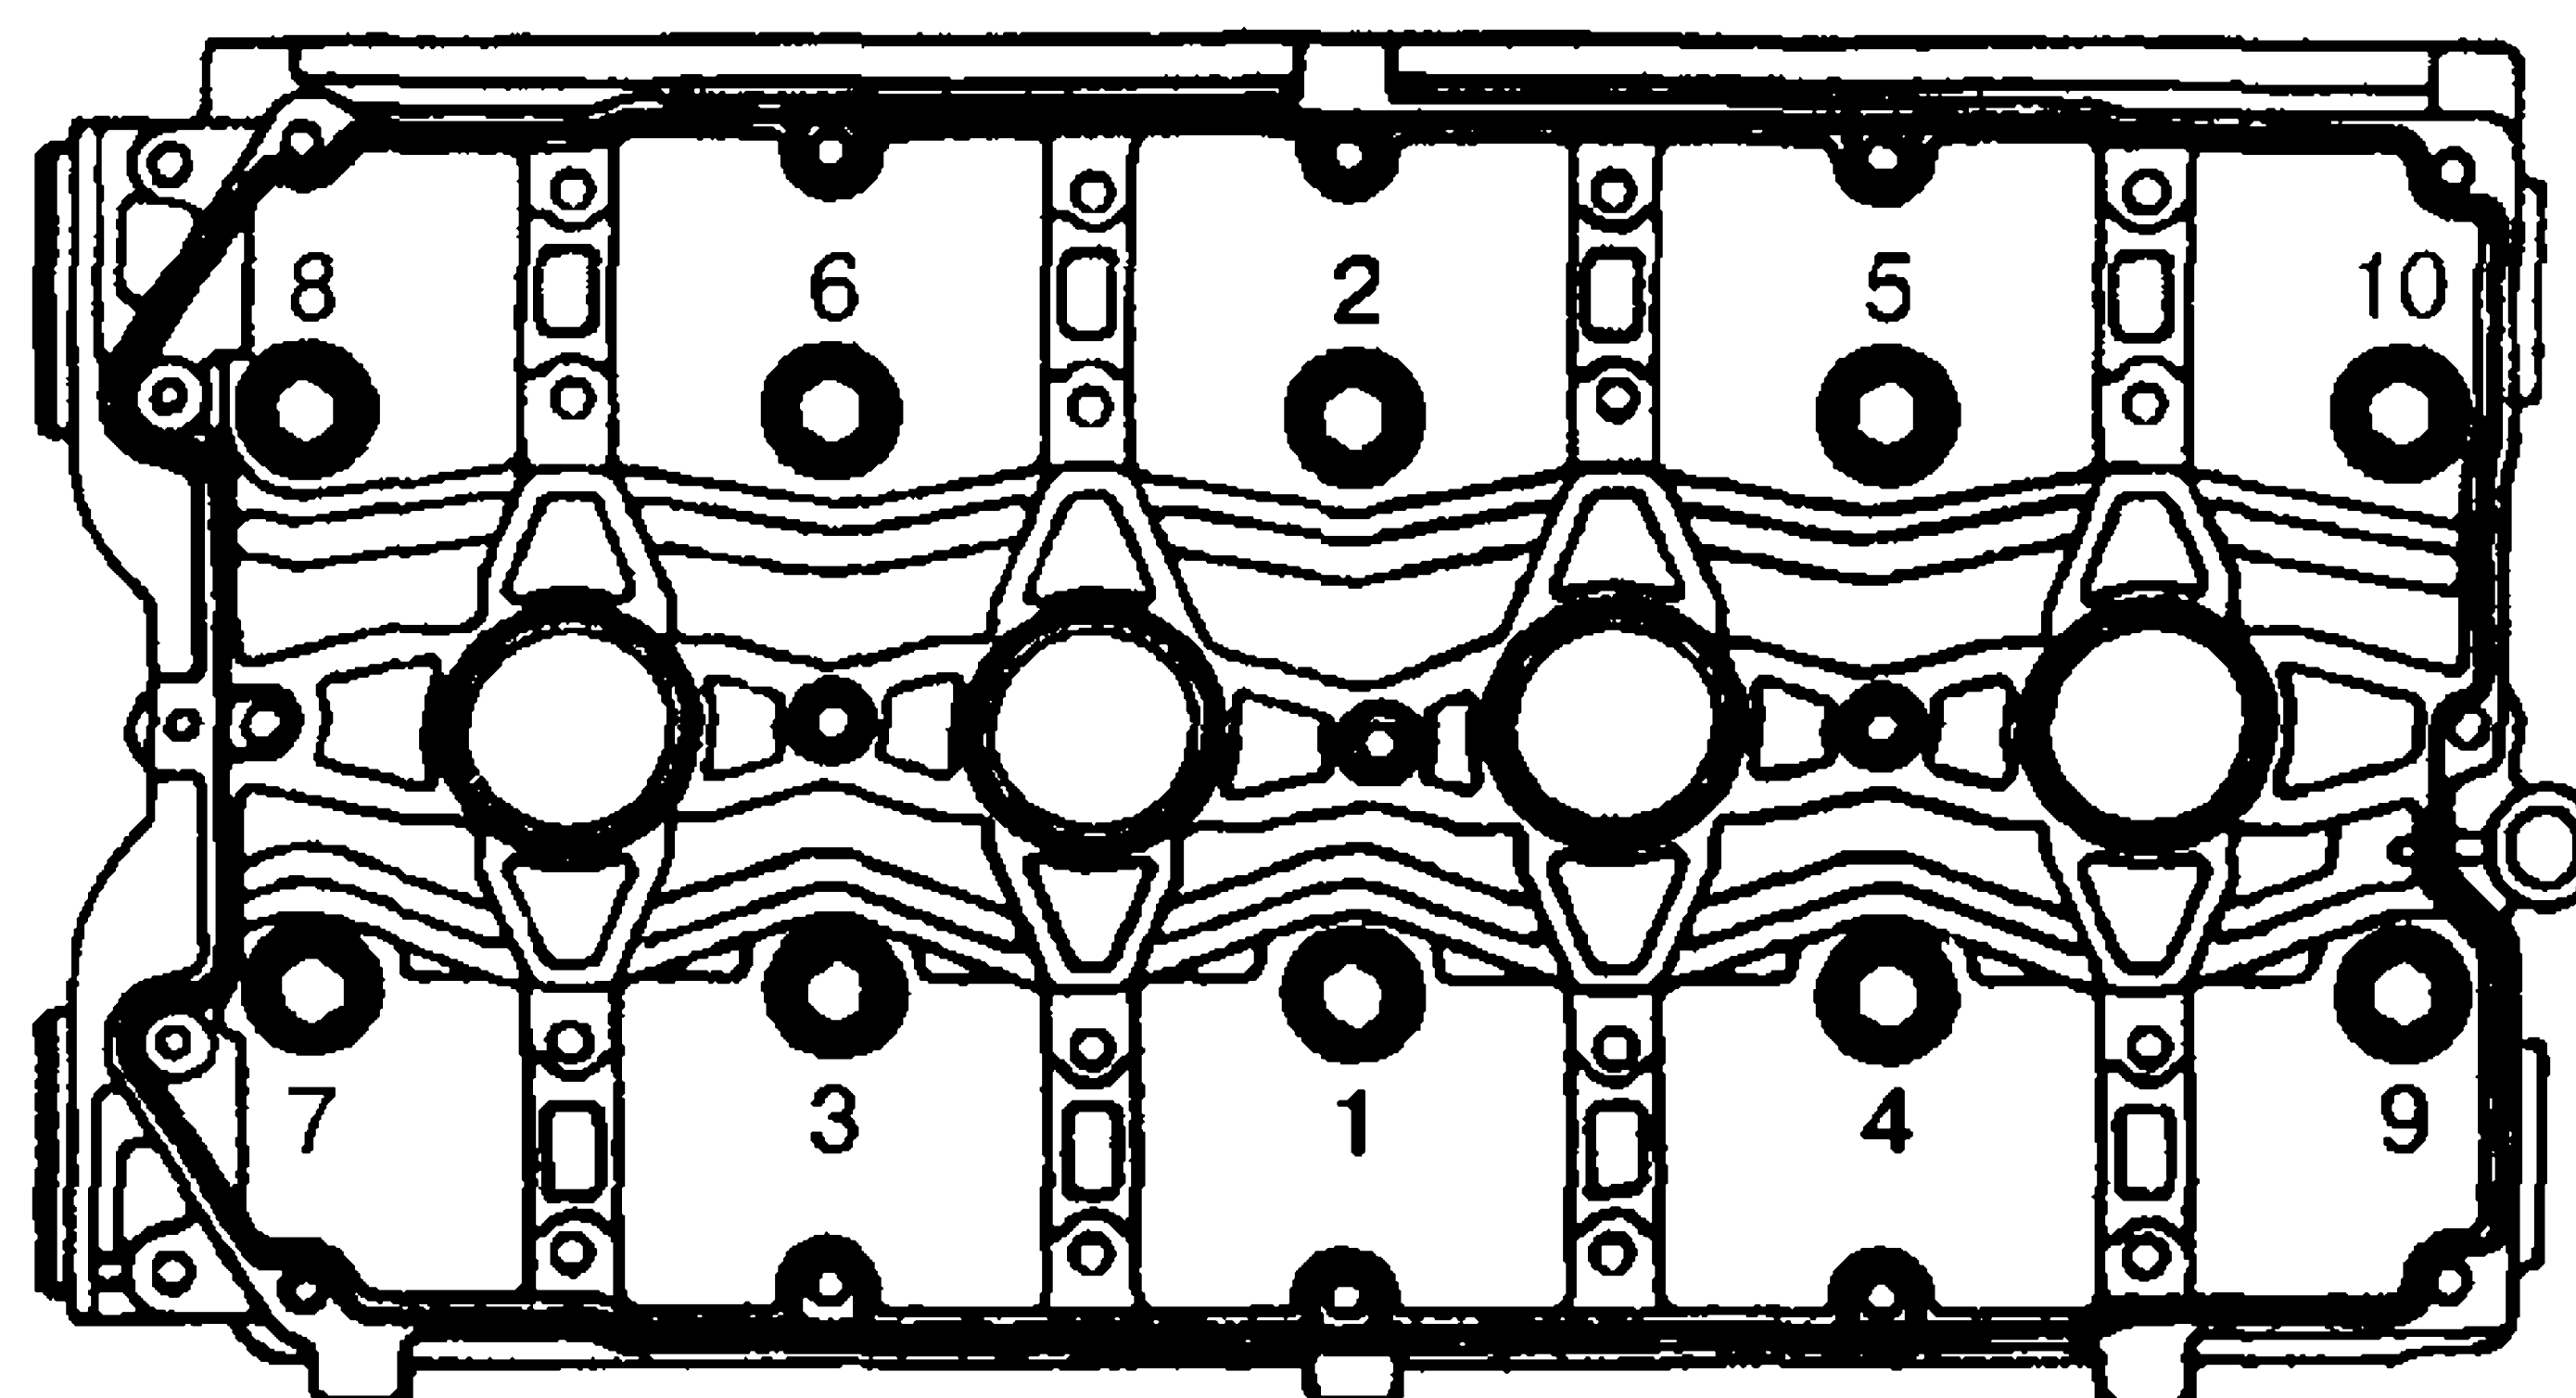

Рис. 75. Порядок затяжки болтов крепления головки цилиндров и схема нанесения герметика на корпус подшипников распределительных валов
10. Довернуть коленчатый вал в сторону меньшего угла поворота до совмещения установочной метки на шкиве с меткой на крышке масляного насоса — поворачивать коленчатый вал ключом за болт, временно завернутый в передний конец коленчатого вала (рис. 75).